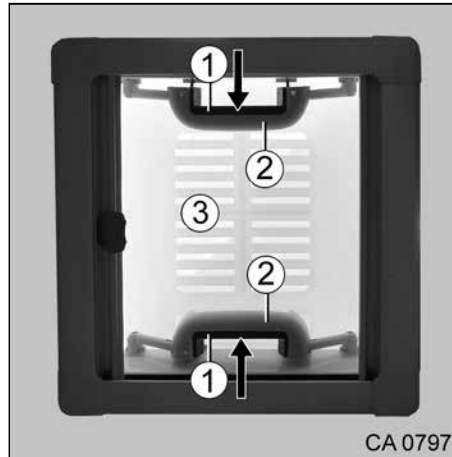

Fig. 50 Lanterneau au niveau du cabinet de toilette
1. Comprimer la partie mobile de la poignée (Fig. 50, Pos. 1) et la partie fixe de la poignée (Fig. 50, Pos. 2).
2. Pousser simultanément la poignée vers le haut pour amener le lanterneau (Fig. 50, Pos. 3) sur la position d'ouverture souhaitée.
2. Tirer simultanément la poignée vers le bas pour fermer le lanterneau (Fig. 50, Pos. 3).